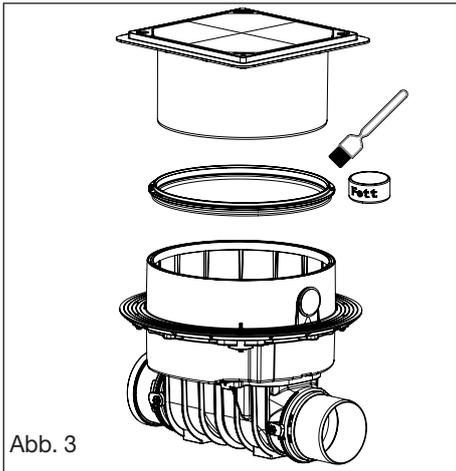

Abb. 3
C. Bauzeitstellung (Bild 3, teilweise geöffneter Betriebs- und Notverschluss)
Der Grundkörper des KESSEL-Staufix FKA ist waagrecht auszurichten (Abb. 1). Für den Anschluss der elektrischen Leitungen von Sonde und Antriebsmotor ist bauseits ein Kabelleerrohr (mind. DN 50, KESSEL empfiehlt 2 x 45°-Bögen) bis mind. auf Fertigfußbodenhöhe (siehe Abb. 2) zu verlegen und in die Kabeldurchführung im Zwischenstück des KESSEL-Staufix FKA einzuführen. Die beiliegende Profil-Lippendichtung in die Nut des Zwischenstückes einlegen und einfetten. Anschließend das Aufsatzstück montieren (Abb. 3). Durch das teleskopische Aufsatzstück kann der KESSEL-Staufix FKA stufenlos an die vorhandene Einbautiefe angepasst werden. Boden-